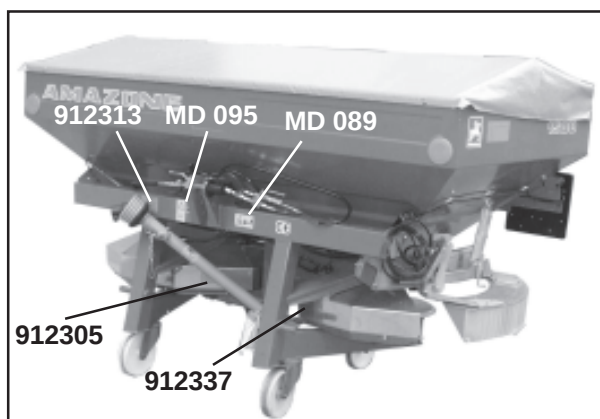
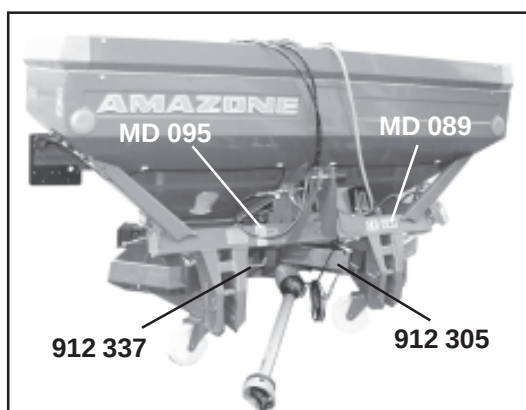
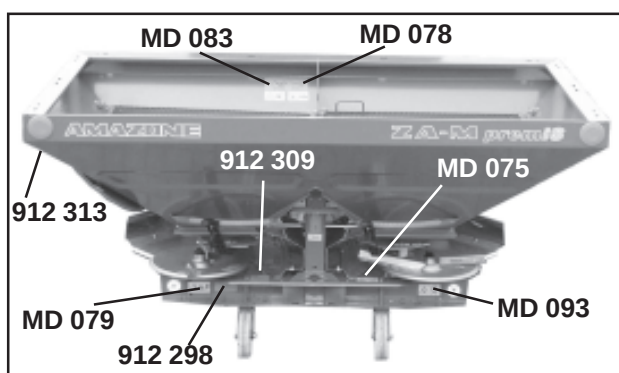

Fig. 2.1
Fig. 2.2
Fig. 2.3
- Fig. 2.1, Fig. 2.2 og Fig. 2.3 viser befæstigelsesstederne for advarselstegnene og henvisningsskiltene. De tilsvarende forklaringer finder De på de følgende sider.